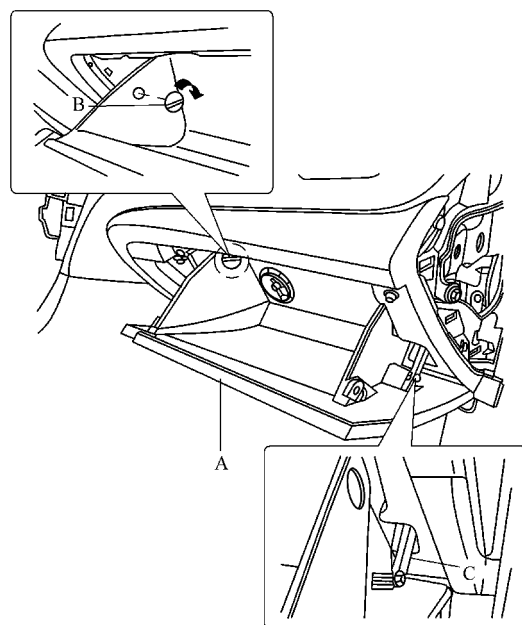

图 8-13 拆卸杂物箱
- 1) 从杂物箱 A 上分离缓冲块 B,拆卸杂物箱升降装置 C,如图 8-13 所示。